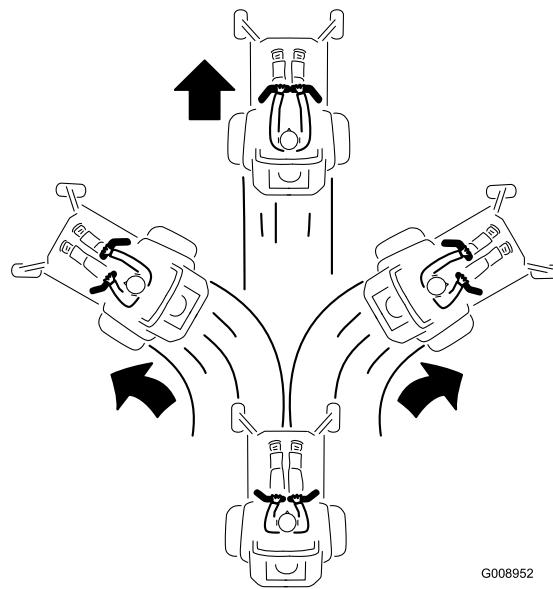

Figure 14
Pour vous déplacer en ligne droite, appliquez une pression égale sur les deux leviers de déplacement (Figure 14).
Pour tourner, relâchez le levier de commande correspondant à la direction que vous voulez prendre (Figure 14).
2. Pour vous déplacer en marche avant, poussez lentement les leviers de commande de déplacement vers l'avant (Figure 14).